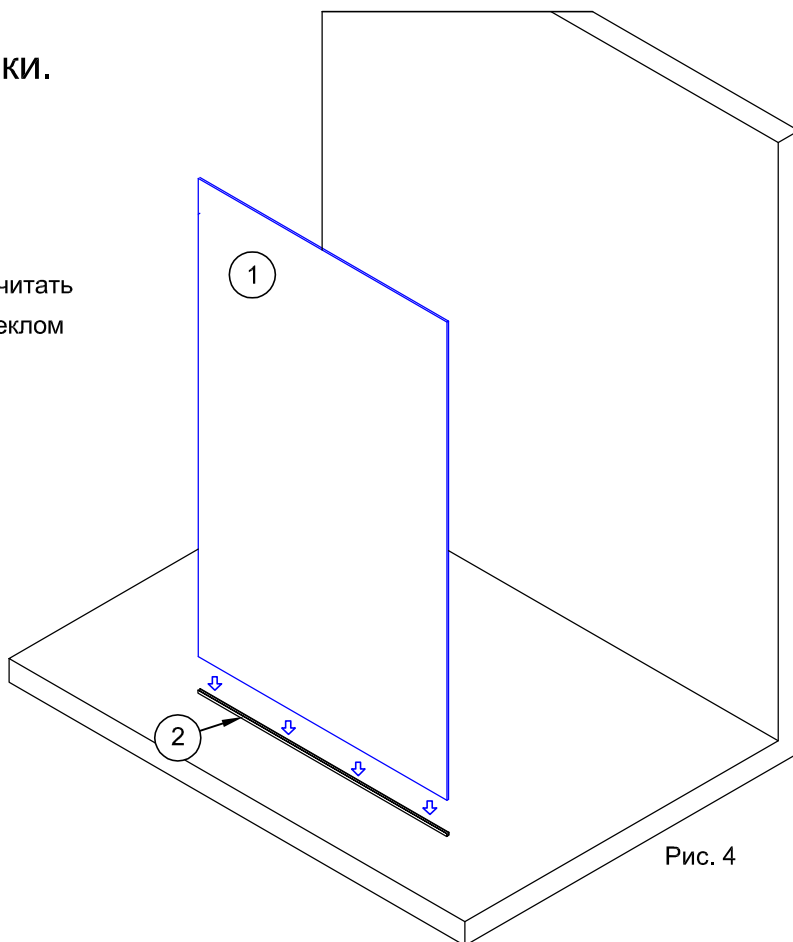

Рис. 4
2.1. В середину профиля №2 нанести силиконовый герметик. Количество герметика рассчитать на заполнение всех щелей между профилями и стеклом (рис.4).